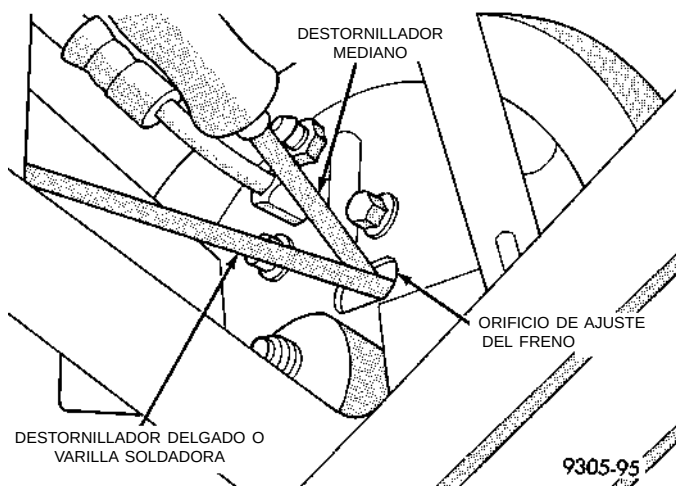

Fig. 185 Ajuste del tambor de freno con la herramienta C-3784
(3) Asegúrese de que la palanca del freno de estacionamiento esté en la posición de retorno total.
(4) Inserte el Ajustador de frenos, Herramienta especial C-3784, (Fig. 185) o un equivalente, a través del orificio de ajuste en la placa de apoyo y contra la rueda estrellada del tornillo de ajuste. Mueva el mango de la herramienta hacia abajo hasta que se sienta una leve resistencia cuando se hace girar la rueda de carretera.
(5) Inserte un destornillador delgado o una parte de una varilla soldadora en el orificio de ajuste del freno (Fig. 185). Presione la palanca de ajuste para desacoplarla de la rueda estrellada. **Debe tenerse cuidado de no doblar la palanca de ajuste o deformar el muelle de la palanca.** Mientras mantiene la palanca de ajuste desacoplada de la rueda estrellada, tire de la rueda estrellada hacia atrás para asegurar que la rueda gire libremente, sin roce de la zapata de freno.